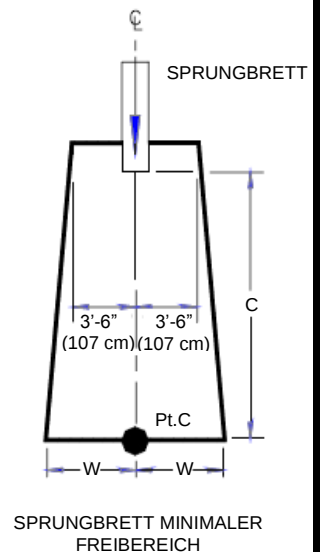

ABB. 4
- c. Der minimale Freibereich um eine Rutsche oder ein Sprungbrett darf sich nicht mit der Geländeoberfläche, einem Seil oder Schwimmseil überschneiden (siehe **ABB. 4**). Der minimale Freibereich um eine Rutsche und eine Sprungbrett dürfen sich miteinander überschneiden, wenn beide nicht gleichzeitig benutzt werden.